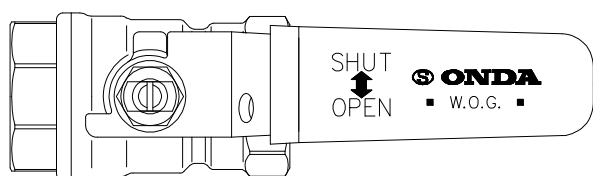
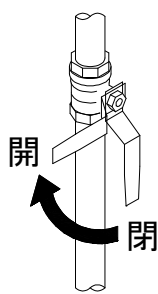

図1
図4
手動起動装置S-MBⅡは、当社が提供する「手動起動BOX S-BⅡ」と株式会社オンダ製作所製の「ボールバルブ VFS-342H-SJS型」(図1)との専用の組合せとなっております。他のボールバルブとの組合せでのご使用はできません。
ボールバルブは、逆ハンドル仕様で汎用製品と開閉位置が逆になっておりますのでご注意ください。(図1、図4)
- ② 中のハンドルを上げると、消火液が放射されます(図4)。